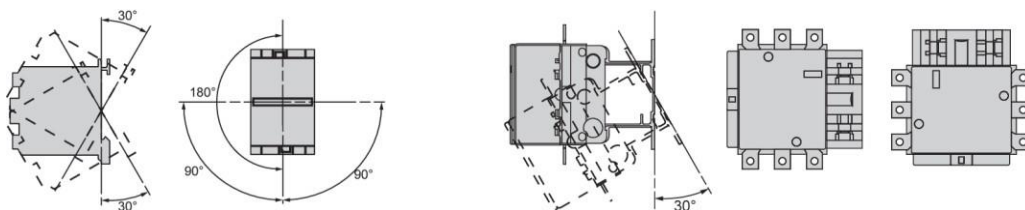

Рисунок 6. Рабочее положение контактора
- с отклонением относительно плоскости крепления в обе стороны до 30° для контакторов LC1E06...LC1E160 и в сторону наклона контактора вниз до 30° для контакторов LC1E200...LC1E630 (см. Рисунок 6);
- с отклонением относительно центральной точки контактора вдоль плоскости крепления до 180° для контакторов LC1E06...LC1E160 и до 90° влево для контакторов LC1E200...LC1E630 (см. Рис. 6).